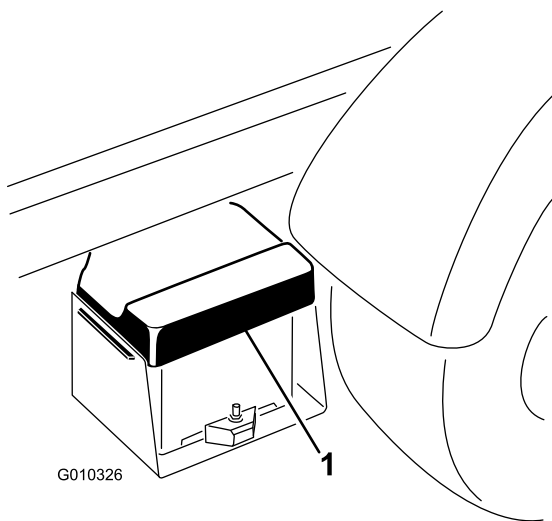

Figura 10
- A. Apriete la tapa de la batería para liberar las pestañas de la base de la batería (Figura 10).
B. Retire la tapa de la batería de la base (Figura 10).
- B. Apriete la tapa de la batería, alinee las pestañas con la base de la batería, y suelte la tapa de la batería (Figura 10).